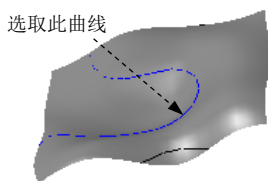

图 6.7.2 定义转化曲线
Step3. 定义要转化的曲线。选取图 6.7.2 所示的曲线为要转化的曲线，然后在“标准选择”工具栏中单击按钮，即完成曲线的转化。
- ① 选择命令。选择下拉菜单 → 命令。
- ② 定义隐藏对象。在“标准选择”工具栏中单击按钮，系统弹出“选取所有单一选择”对话框。
- ③ 在“选取所有单一选择”对话框的列表框中选中复选框。
- ④ 单击按钮关闭“选取所有单一选择”对话框。